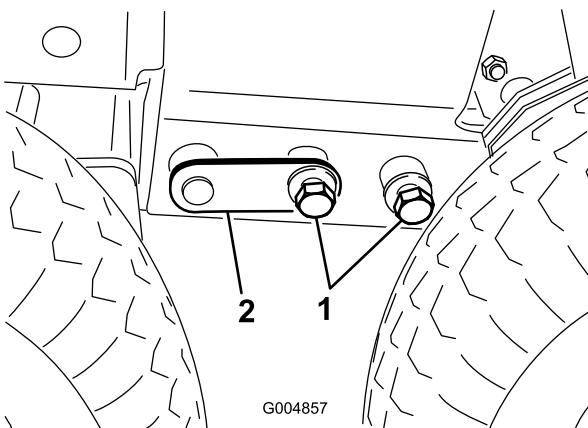

Figura 78
- Retire os 2 parafusos (3/4 pol. de diâmetro) que ligam a estrutura dianteira à estrutura traseira antes do pneu de condução de cada lado da estrutura (Figura 78).